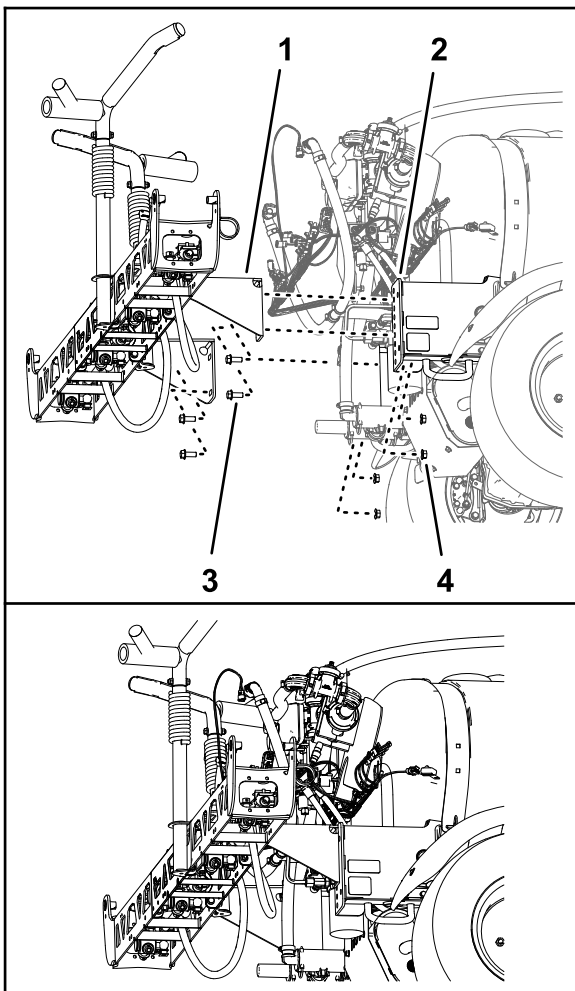

Bild 94
1. Verwenden Sie eine Hebevorrichtung mit der angegebenen Kapazität, heben Sie den mittleren Sprühabschnitt an und fluchten die Löcher in der Stützhalterung für den Sprühabschnitt (Bild 94) mit den Löchern in der Befestigungsplatte für den Maschinenrahmen aus, den Sie in Schritt 3 in Entfernen des mittleren Sprühabschnitts \(Seite 26\) identifiziert haben.
2. Befestigen Sie den mittleren Sprühabschnitt mit den vier Bundkopfschrauben (1/2" x 1-1/4") und den vier Sicherungsbundmuttern (1/2"), die Sie in Schritt 4 in Entfernen des mittleren Sprühabschnitts \(Seite 26\) entfernt haben, an den Befestigungskanälen (Bild 94).